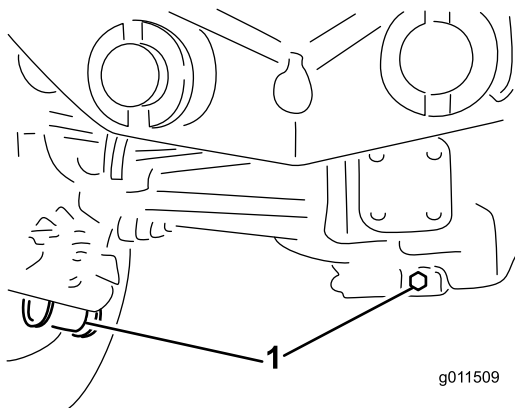

Figura 107
2. Pulite attorno ai tre tappi di spurgo, uno per lato ed uno in centro (Figura 107).